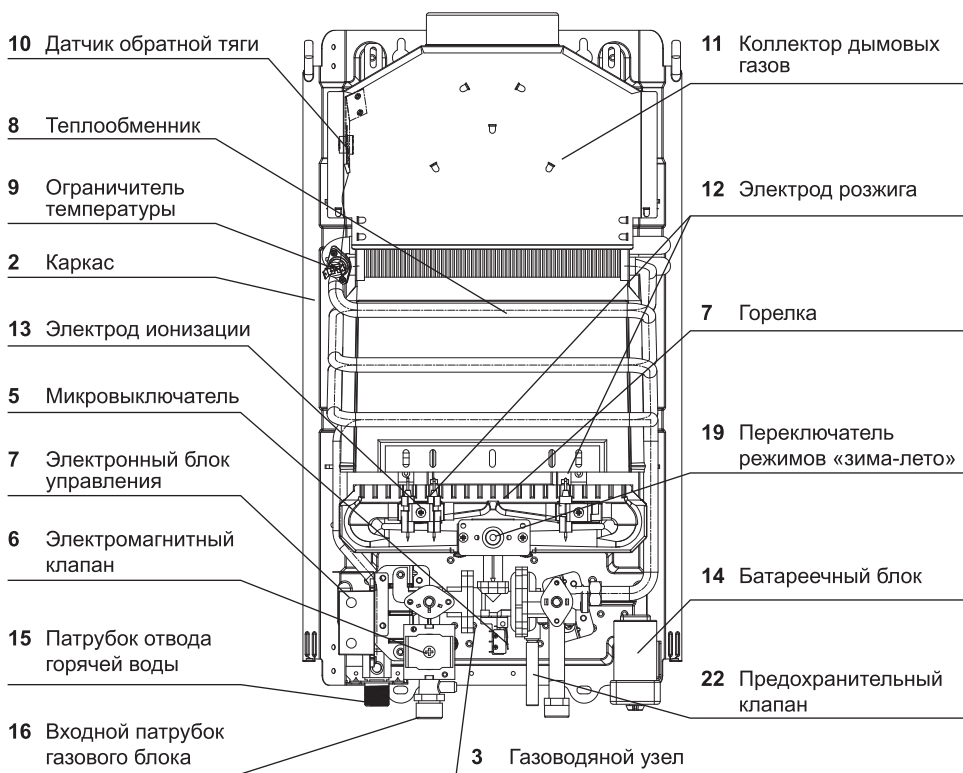

Рис. 1
Составные части изделия, поясняющие принцип устройства аппарата и требующие технического обслуживания во время эксплуатации, показаны на рис. 1.
2.7.1 Газовый проточный водонагреватель настенного типа имеет прямоугольную форму, образуемую съемной облицовкой **1**, установленной на каркасе **2** (см. рис. 1).
**Газоводяная арматура 3** (см. рис.1) предназначена для включения аппарата и обеспечения регулирования температуры воды и расхода газа. Узел состоит из двух регуляторов: водяного и газового. Конструкция регулятора водяного обеспечивает доступ газа к основной горелке только при наличии протока воды, одновременно обеспечивая срабатывание электромагнитного клапана **6** (см. рис. 1).